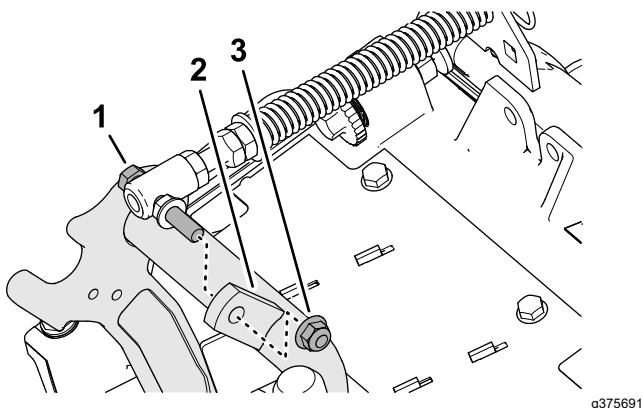

Figura 9
3. Remova a contraporca flangeada ($\frac{3}{8}$ pol.) que fixa o parafuso da mola de compensação do gramado à aba direita da estrutura do transportador e remova a mola de compensação da unidade de corte (Figura 9).